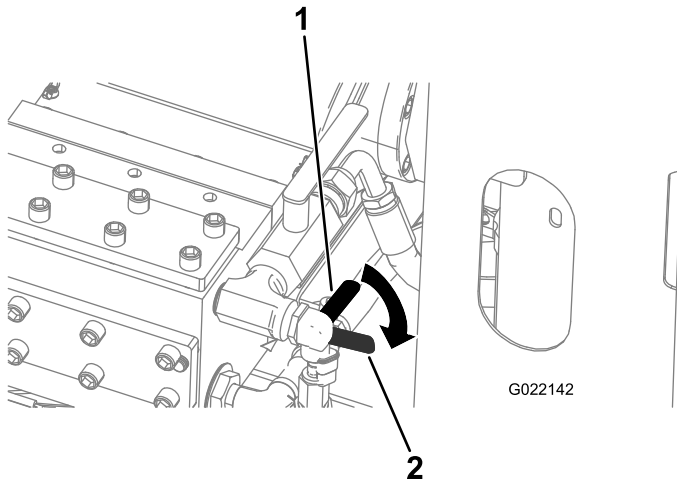

**Figure 154**
- A. Ouvrez le robinet d'antigel sur l'avant de la pompe à fluide de forage (robinet inférieur), comme montré à la Figure 154.
6. Fermez le robinet d'antigel (Figure 154).